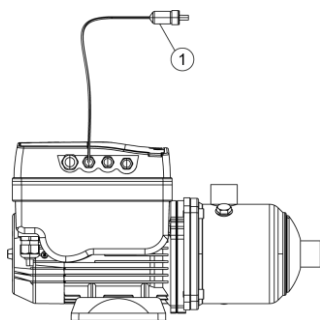

Abb. F-1: Pumpe mit Druckregelung
- Liegt ein Fehler oder Verschleiß vor, ist die komplette Einheit auszutauschen und zur Reparatur einzusenden. Ausnahme ist der in die Rohrleitung eingebaute Drucksensor (siehe Abb. F-1, Pos. 1). Dieser kann bei eindeutiger Fehlerzuordnung einzeln ersetzt werden.